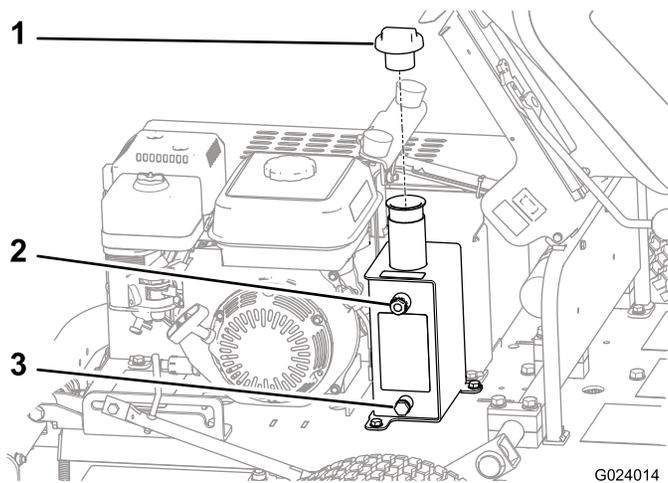

Bild 34
3. Finden Sie das Schauglas an der Seite des Hydraulikbehälters (**Bild 34**).
4. Nehmen Sie bei einem niedrigen Ölstand den Fülldeckel (Bild 34) oben am Behälter ab und gießen Sie genug Öl ein, bis der Ölstand am richtigen Stand im Schauglas liegt.
1. Stellen Sie eine Auffangwanne unter die Ablassschraube am Hydraulikbehälter. (Bild 34).
2. Entfernen Sie die Ablassschraube von der Behälterseite (Bild 34).
8. Entfernen Sie den Tankdeckel (Bild 34).